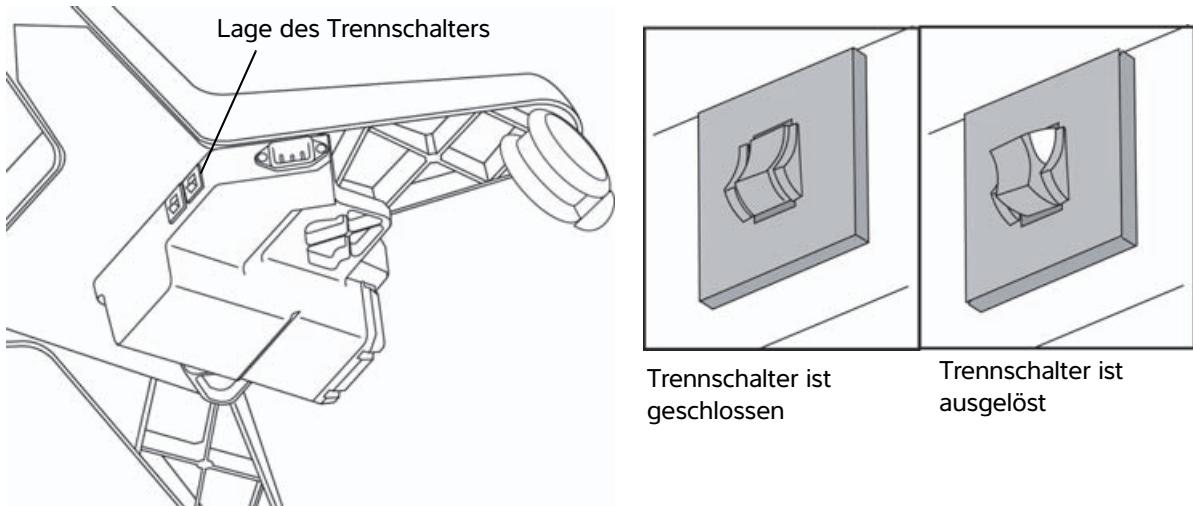

Abbildung 5 Die Trennschalter am Stativmodul befinden sich auf der Unterseite des Stativs.
- 3** Auf beide Trennschalter drücken, bis diese schließen. Siehe **Abbildung 5** auf Seite 19.